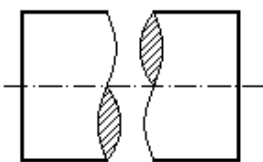

FIGURA 6
d) En piezas cilíndricas macizas, la línea de rotura se indicará mediante la característica lazada (figura 6).